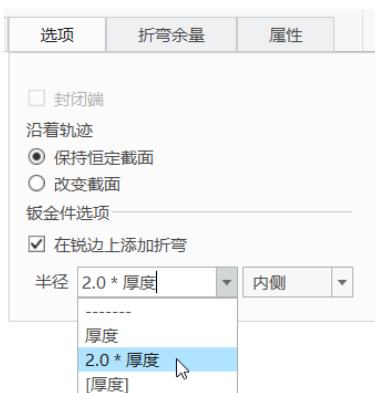

图 1-78 “选项”面板
(7) 在“螺旋扫描”选项卡中打开“选项”面板，从“沿着轨迹”选项组中选择“保持恒定截面”单选按钮，从“钣金件选项”选项组中勾选“在锐边上添加折弯”复选框，并从“半径”下拉列表框中选择“2.0 * 厚度”，默认半径标注位置为“内侧”，如图 1-78 所示。